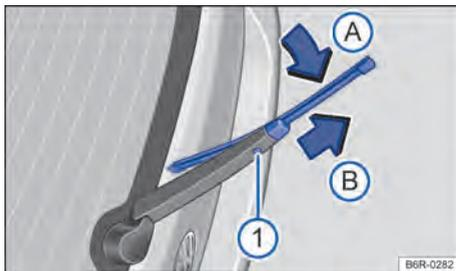

Fig. 100 Substituir a palheta do limpador do vidro traseiro.
- Manter pressionado a o botão de destravamento → Fig. 100 ①.
- Incliná-la palheta do limpador do vidro no sentido do braço do limpador do vidro → Fig. 100 (seta ①) e ao mesmo tempo retirar no sentido da seta ②. Para isto, poderá ser necessário um esforço maior.
- Introduzir a nova palheta do limpador do vidro traseiro **de mesmo tamanho e versão** no braço do limpador do vidro traseiro no sentido contrário da seta ②, até que ela se encaixe. Aqui a palheta deverá estar em posição dobrada (seta ①).